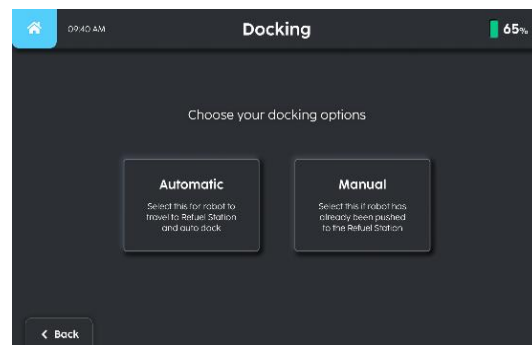

FIGURE 12-7
3. Sélectionnez le mode de mise à quai du robot via le Mode Automatique ou Manuel (Fig. 12-7).
4. Sélectionnez le mode d'amarrage du robot comme 'Mode Manuel' (Fig. 12-7).